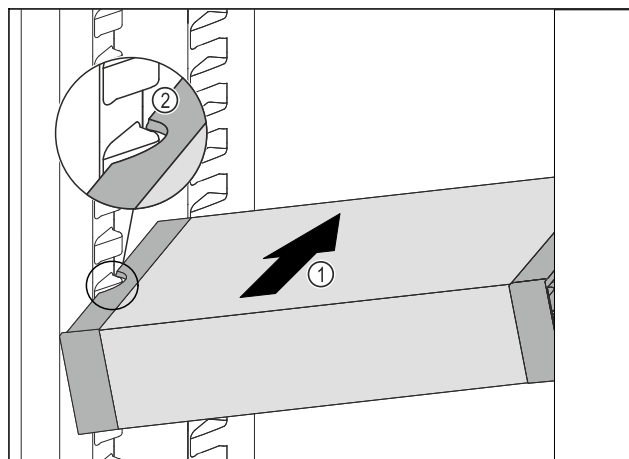

Fig. 73
- ▶ Sæt VarioSafe på skrå ind i kølesektionen, Fig. 73 (1) indtil udsparingerne i siden Fig. 73 (2) på VarioSafe er på niveau med beholderribben i kølesektionen.